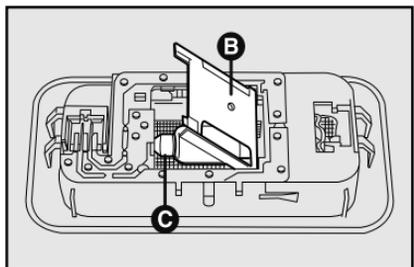

fig. 25
2) levante la tapa **B-fig. 25** y quite la lámpara fundida.